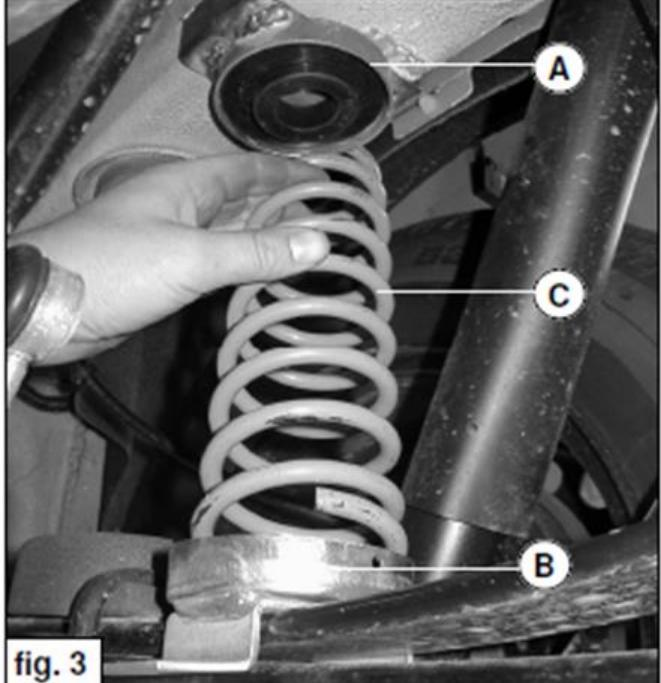

fig. 3
- Hef de auto uit de veren en plaats de powerspring **C** met de grootste diameter in de onderschotel **B**, druk deze krachtig in en plaats hem aan de bovenzijde in de bovenschotel **A**. Zie fig. 3.
- Jack up the car and place the power spring **C** with the largest diameter into the lower bracket **B**. Pull the power spring downwards and place the upper side into the upper bracket **A**. See fig. 3.
4. Heben Sie das Fahrzeug an und stellen Sie der Powerspring **C** mit dem großem Durchmesser in den unteren Federteller **B**. Drücken Sie der Power-spring kräftig ein und stellen Sie die Oberseite in der obere Federteller **A**. Siehe Fig. 3.
4. Soulevez le véhicule hors des ressorts et positionnez le ressort auxiliaire **C** (le plus grand diamètre dans la coupelle inférieure **B**). Comprimez-le fortement et insérez-le dans la coupelle supérieure **A**. Voir fig. 3.